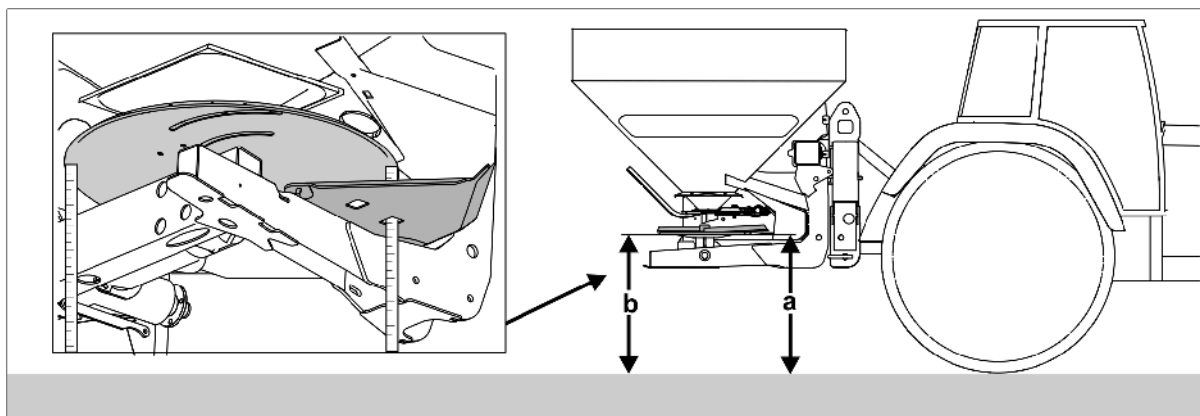

Fig. 60
- Arbeidsmeny: Velg automatisk gjødsel kalibrering (Fig. 60 /1).